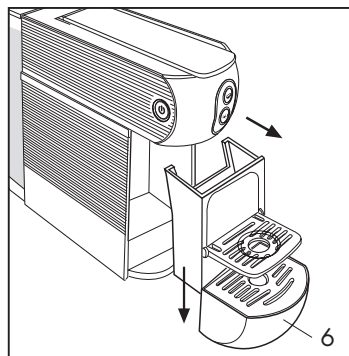
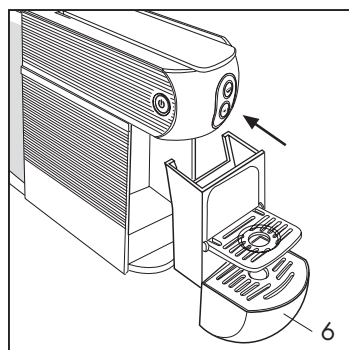

Fig. 12
Fig. 13
Para realizar esta operación, extraiga la bandeja (6) **(Fig. 12)** y sepárela del contenedor portacápsulas tirándola hacia abajo, con atención a la posible presencia de líquido. Vacíe el contenedor, lave y seque los componentes antes de volver a colocarlos en sus compartimentos. **(Fig. 13)**